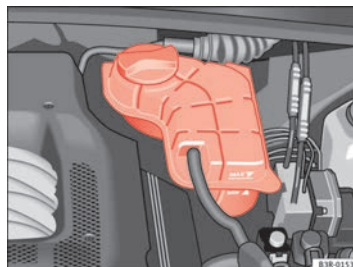

Abb. 168 Motorraum:
- Lesen Sie den Kühlmittelstand an dem Kühlmittel-Ausgleichsbehälter ⇒ **Seite 236, Abb. 168** ab. Er muss bei kaltem Motor zwischen den Markierungen „min“ und „max“ liegen. Bei warmem Motor kann er auch etwas über der Markierung „max“ liegen.
- Legen Sie einen Lappen auf den Deckel des Kühlmittel-Ausgleichsbehälters ⇒ **Seite 236, Abb. 168** und schrauben Sie den Deckel **vorsichtig** links herum ab ⇒ .